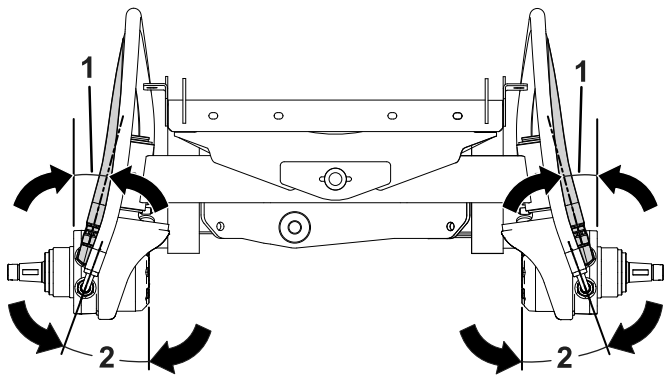

Figur 11
3. Monter den nye lige fitting og 90°-knærør på hjulmotoren (Figur 11).
6. Monter slangen med lige fittings på 90°-knærøret (Figur 11).
7. Monter slangen med 90°-knærøret på den lige fitting (Figur 11).
16. Fjern én hætte ad gangen, og monter den korrekte slange på hydraulikrøret som vist i Figur 11.
17. Fjern den resterende hætte, og monter slangen på hydraulikrøret (Figur 11).